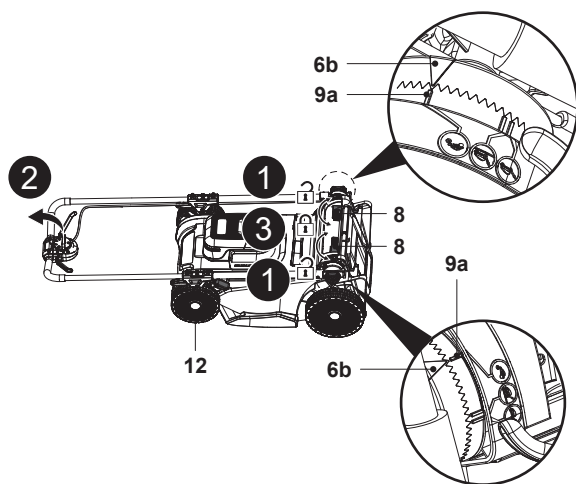

Fig. 23
1. Desligue a máquina e remova a bateria (24) antes de a armazenar.
- Retire o recipiente de recolha de relva (7)/encaixe do triturador (23).
- Coloque a alavanca de ajuste da altura de corte (12) na posição mais baixa.
- Desaperte as duas alavancas de aperto (8) e, em seguida, dobre completamente o conjunto da pega (Fig. 23, passos 1, 2).
- Fixe as ligações bloqueando as duas alavancas de aperto (8) e certifique-se de que o triângulo de indicação (6b) está alinhado com o indicador de estacionamento (9a) para evitar a dispersão (Fig. 23, passo 3).